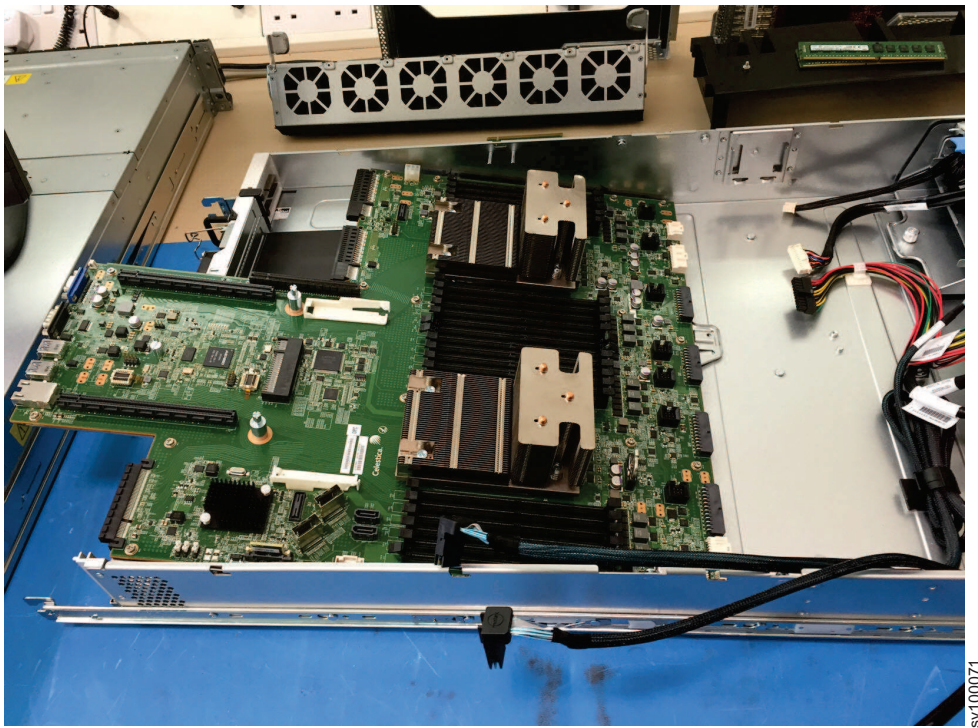

図 317. 2145-SV1 メイン・ボードの取り外し
15. メイン・ボードを少し前方に慎重に押して解除します。次に、図 317に示すように、メイン・ボードを少し傾けて持ち上げます。